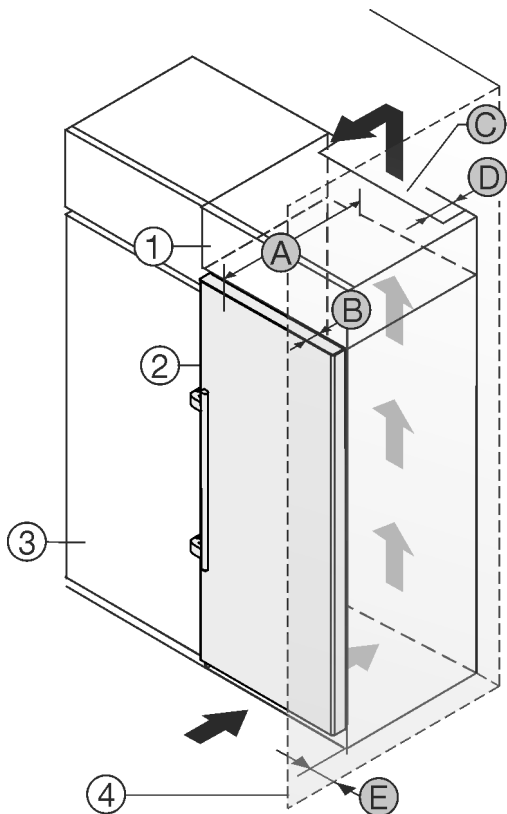

Fig. 2
- (1) Viseći ormar*
- (2) Uređaj*
- (3) Kuhinjski ormar*
- (4) Zid*
- (A) Dubina uređaja*
- (B) Dubina vrata*
- (C) Ventilacijski presjek*
- (D) Udaljenost od stražnje strane uređaja*
- (E) Udaljenost od bočne strane uređaja*
Uređaj možete postaviti neposredno pored kuhinjskog ormara Fig. 2 (3)*.
Na stražnjoj strani visećeg ormara treba postojati otvor za odzračivanje dubine Fig. 2 (D) po cijeloj širini visećeg ormara.*
Ispod stropa prostorije treba poštovati ventilacijski presjek Fig. 2 (C)*.
Kada se uređaj postavlja s okovima pored zida Fig. 2 (4), razmak između uređaja i zida mora iznositi najmanje 57 mm. To odgovara stajanju ručice kod otvorenih vrata.*
Kako biste vrata mogli potpuno otvoriti, uređaj mora biti za dubinu vrata Fig. 2 (B) ispred u odnosu na prednjicu kuhinjskog ormara. Ovisno o dubini kuhinjskih elemenata Fig. 2 (3) i uporabi zidnih odstoynika, uređaj može i dalje stršati.*